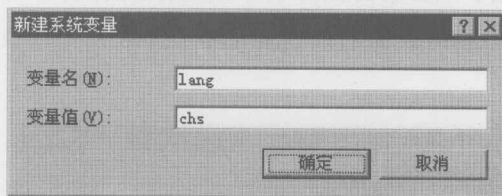

图 1.1.1 “新建系统变量”对话框
Step5. 在图 1.1.1 所示的“新建系统变量”对话框中，创建 **变量名(N):** 为 lang、**变量值(V):** 为 chs 的系统变量。